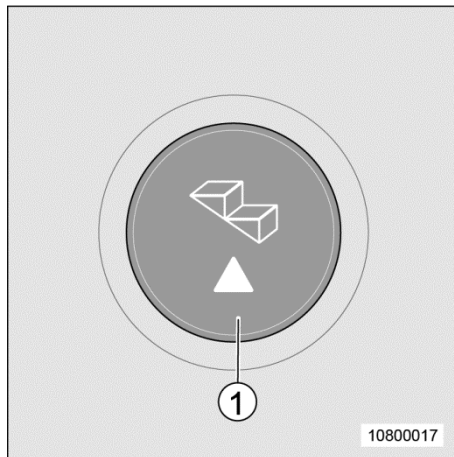

Fig. 10 Bouton-poussoir en cabine
1. Appuyer sur le bouton-poussoir (Fig. 10/1) et le marche-pied rentre complètement.